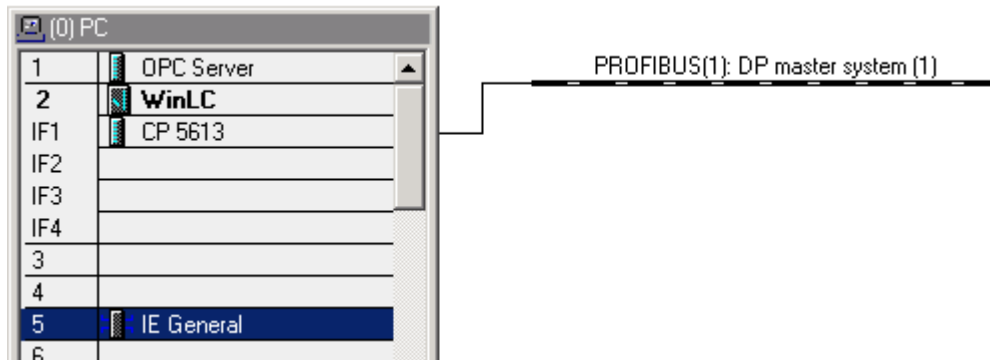

图 2.14 硬件组态图
整个硬件组态结果如图 2.14 所示
6. 根据实际硬件情况，选择图 2.14 中的 PROFIBUS(1) 总线，添加各种 DP 从站。单击硬件组态窗口中的按钮  (或选择菜单 “Station->Save and Compile”) 保存并编译组态信息。